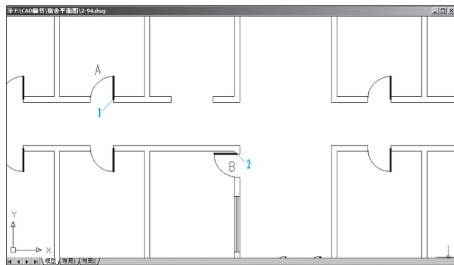

图 2.95 旋转 B 门
- ① 单击【修改】工具栏上的【复制】图标, 启动【复制】命令。
- ② 在**选择对象**:提示下, 选择 A 门作为被复制的对象, 并按 Enter 键进入下一步命令。
- ③ 在**指定基点或 [位移(D)] <位移>**:提示下, 捕捉 A 门的 1 点作为复制基点。
- ④ 在**指定基点或 [位移(D)] <位移>**:**指定第二个点或 <使用第一个点作为位移>**:提示下, 捕捉 B 门洞口的 2 点。这样, 就将 A 门复制到了 B 门洞口处。
(2) 用【旋转】命令将 B 门旋转到位。
- ① 单击【修改】工具栏上的【旋转】图标或在命令行输入“RO”并按 Enter 键, 启动【旋转】命令。
- ② 在**选择对象**:提示下, 选择 B 门, 此时该门变虚, 按 Enter 键进入下一步命令。
- ③ 在**指定基点**:提示下, 选择 2 点作为 B 门旋转的基点。
- ④ 在**指定旋转角度, 或 [复制(C)/参照(R)]<0>**:提示下, 输入“90”, 按 Enter 键结束命令, 结果如图 2.95 所示。